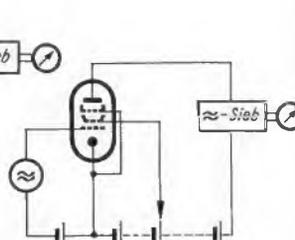

Bild 4. Prinzip der dynamischen Röhrenmeßgeräte (Steilheitsprüfer, Klasse 4)
4. **Steilheitsprüfer**, d. h. Prüfgeräte, die u. a. eine quantitative Bestimmung der Steilheit ermöglichen. Diese Geräte arbeiten, wie Bild 4 andeutet, mit Gleichspannungen zur Elektrodenspeisung, um einen definierten Arbeitspunkt einstellen zu können. Der Aufwand an Einzelteilen ist für diese Klasse beträchtlich höher als bei den bisher besprochenen Prüfmethoden.